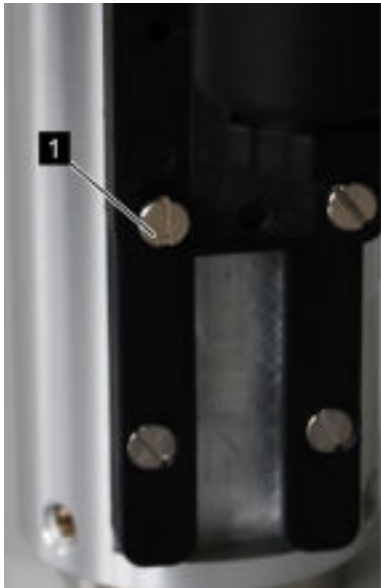

Abb. 39: Feststellschrauben lösen
- 1.** Die Feststellschrauben des Schaltkontaktes (*Abb. 39/1*) mit einem Schlitzschraubendreher lösen
- 6.** Feststellschrauben des Schaltkontaktes (*Abb. 39/1*) mit einem Sechskant-Schraubendreher wieder anziehen. Dabei Schrauben-Anziehdrehmoment beachten.